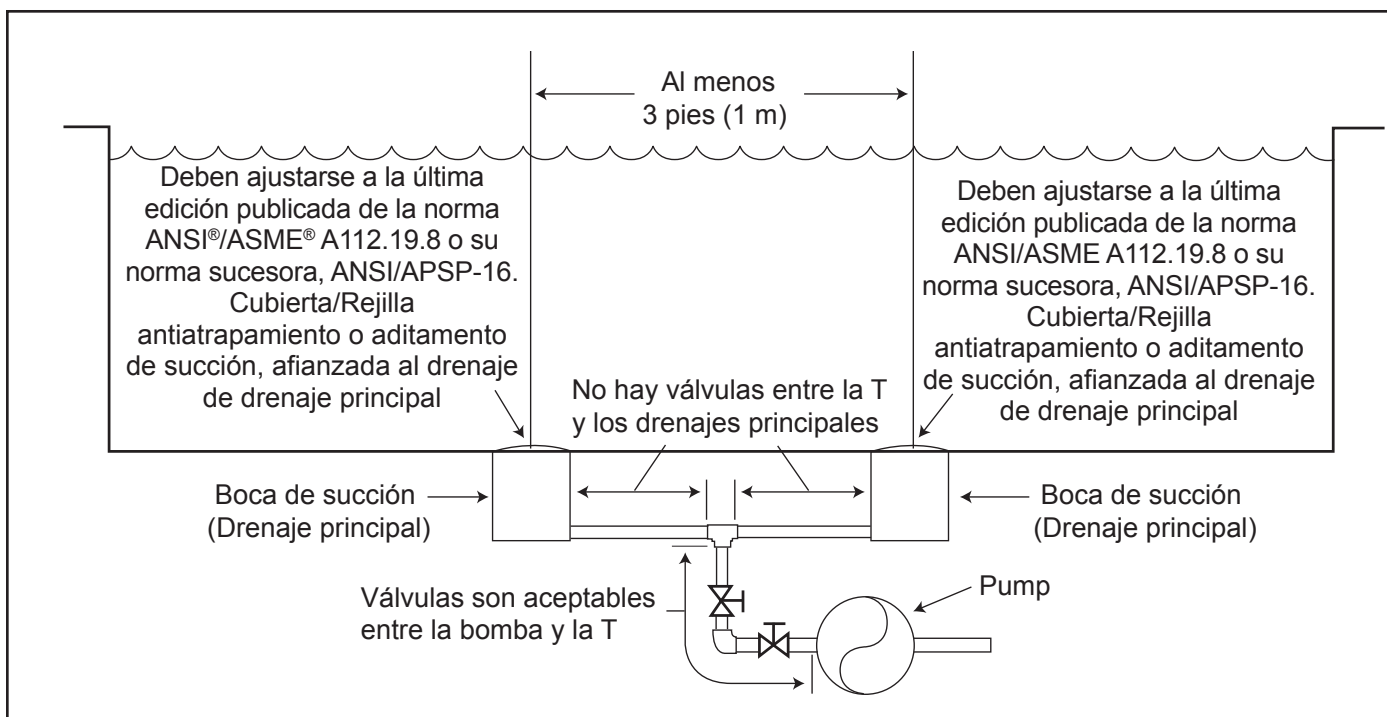

Figura 1. Número de tomas de succión por bomba
**Número de tomas de succión por bomba** – Deben proporcionarse al menos dos (2) colectores principales hidráulicamente equilibrados, con sus tapas, como salida para cada línea de succión de la bomba de circulación. Los centros de los colectores principales (puntos de succión) en una (1) línea de succión deben estar separados por lo menos tres (3) metros de distancia, centro a centro. Vea la Figura 1 en la página 7.
El sistema **debe** estar construido para incluir al menos dos (2) salidas de succión (desagües) conectadas a la bomba cuando está funcionando. Sin embargo, si dos (2) colectores principales llegan a una sola línea de succión, esta línea de succión individual puede ser equipada con una válvula que cerrará los dos desagües principales de la bomba. El sistema deberá ser construido de tal manera que no permita el cierre por separado o independiente (aislamiento) de cada uno de los drenajes. Vea la Figura 1 en la página 7.